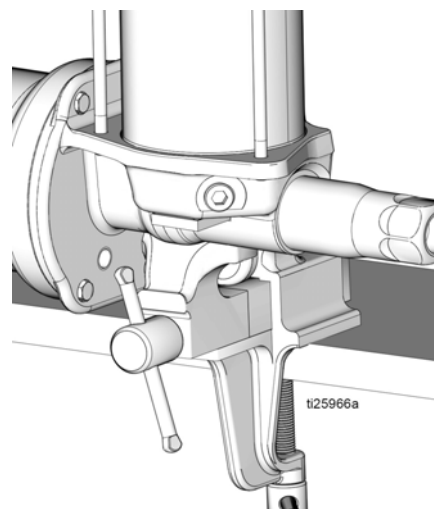

FIG. 12
6. Serrer la base de la pompe dans un étau comme indiqué à la FIG. 12. Utiliser un étau à mâchoire tendre ou placer un chiffon dans la mâchoire pour protéger la surface de la base de la pompe.